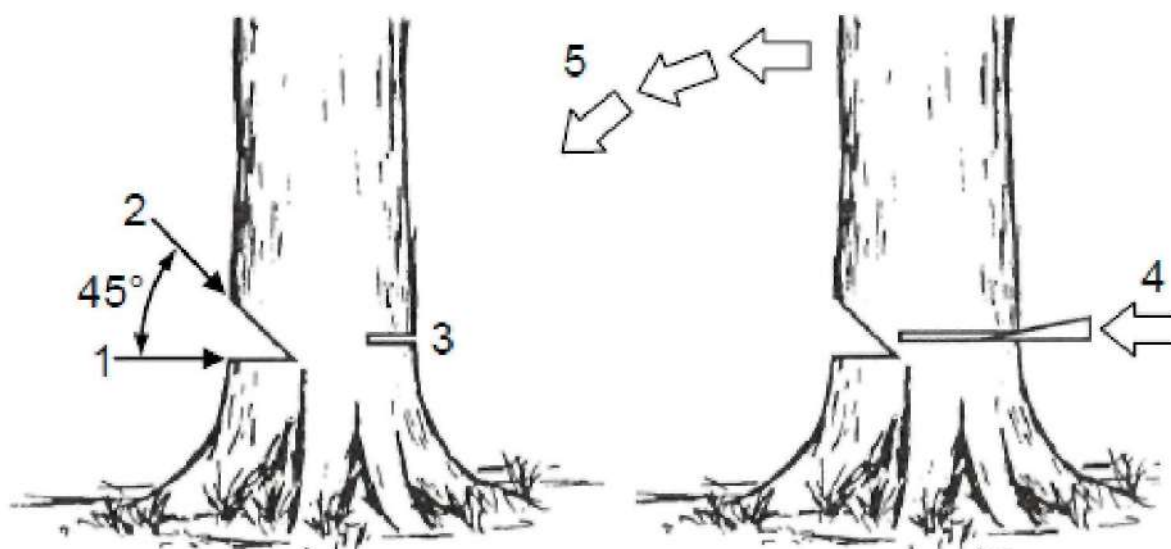

Рисунок 17
ВАЛКА ДЕРЕВА (рис.17).
- Сначала сделайте горизонтальный пропил на 1/3 диаметра ствола в предполагаемом месте на стороне ствола по направлению валки (рис.17 поз.1).
- Теперь сделайте второй пропил сверху под углом 45 градусов относительно первого пропила (рис.17 поз.2).
- Теперь сделайте валочный пропил точно напротив валочного надреза. Валочный пропил должен проходить горизонтально и на уровне немного выше низа первого надреза (рис.17 поз.3).
- Вставьте клинья в валочный пропил, чтобы дерево упало (рис.17 поз.4). Обратите внимание на направление падения дерева (рис.17 поз.5).